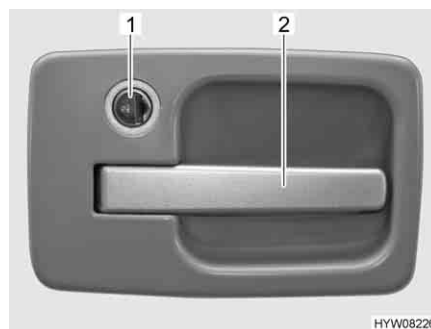

Bild 30 Türschloss Eingangstür, außen
- Schlüssel in Schließzylinder (Bild 30,1) stecken und auf Symbol "🔓" drehen. Das Türschloss ist entriegelt.
- Am Türgriff (Bild 30,2) ziehen. Die Tür ist geöffnet.
- Schlüssel in Schließzylinder (Bild 30,1) stecken und auf Symbol "🔒" drehen. Das Türschloss ist verriegelt.